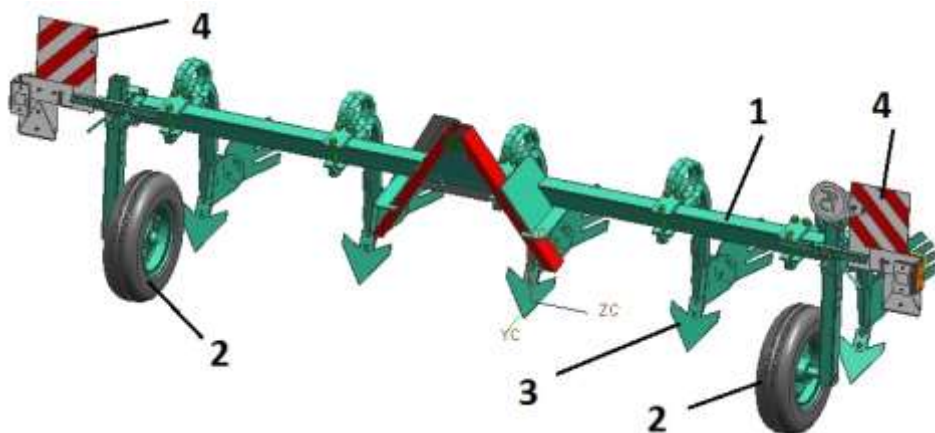
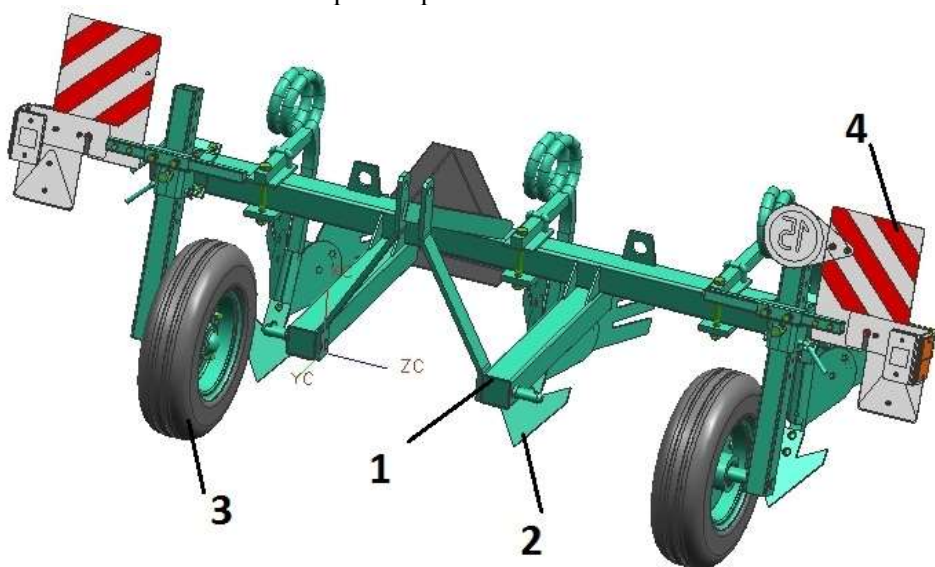

Рисунок 3 – Окучник чизельный ОЧ-2,8 без бороны
Рисунок 6 – Окучник чизельный ОЧ-1,4 без бороны
3.2 Окучники могут работать без бороны (рис. 3, рис. 6). Состоят из рамы 1 с навесным устройством, двух опорных колес 2, чизельных стоек 3 с рабочими органами, двух панелей 4 с установленным светосигнальным оборудованием.
3.10 При транспортировке окучника без бороны, панели должны быть установлены в кронштейнах окучника (рис. 3, рис. 6)